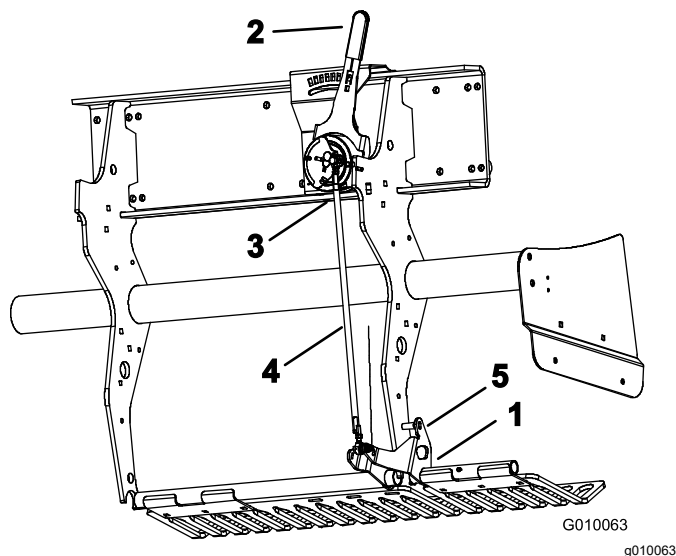

図 60
2. 左ターフガード取り付けブラケット **図 60** を上に回して、固定ピン5/16" のドリルビットやボルトなどを、ブラケットと深さ設定チューブの間に挿入する。
3. タイン深さレバー **図 60** を H に設定一番深い設定にする。
4. アウトボード・ボールスイッチ **図 60** をワイヤハーネスヘッド降下スイッチから外す。
5. 深さ調整タイロッドのジャムナット左右をゆるめる **図 60**。